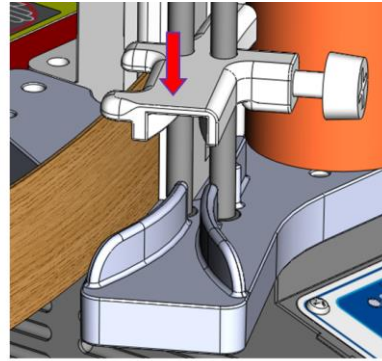

Fig5
- Ajuste la anchura correcta de la alimentación de bordes (fig5) y fije de nuevo con el tornillo